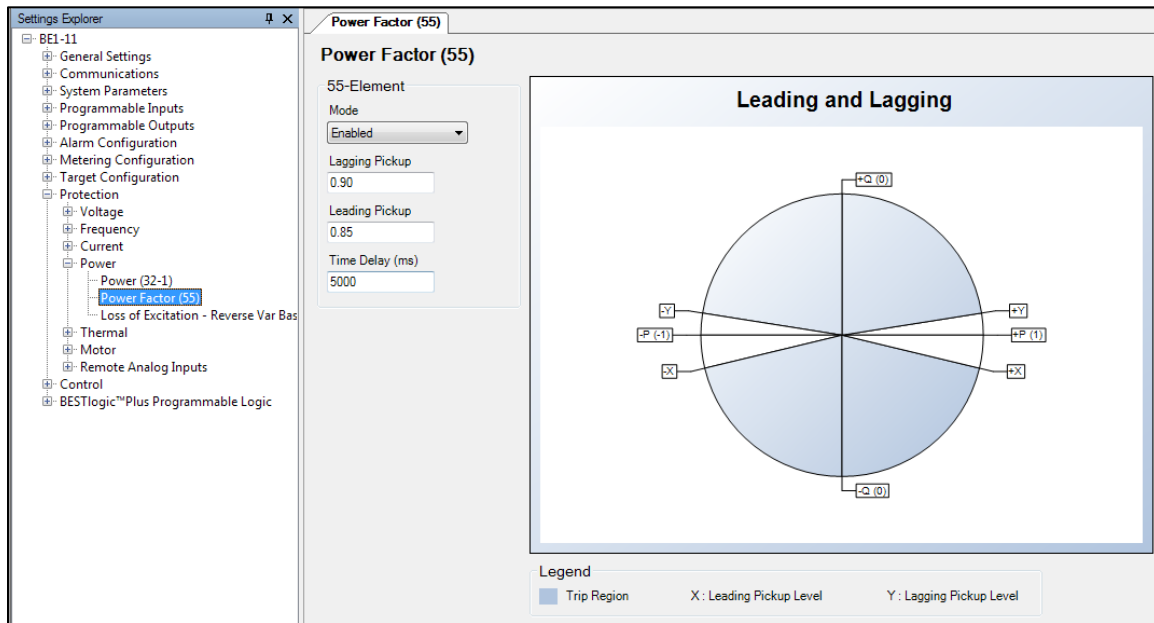

Figura 84-62. Pantalla Factor de potencia (55)
Configure el elemento Factor de potencia (55) como se muestra en la Figura 84-62. Un pequeño retardo le brinda al equipo de excitación automática o a un esquema de acción correctiva la oportunidad de corregir una condición de funcionamiento fuera de rango.